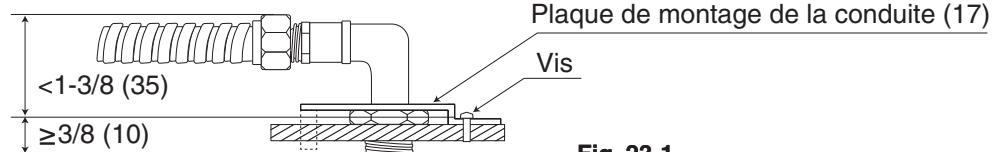
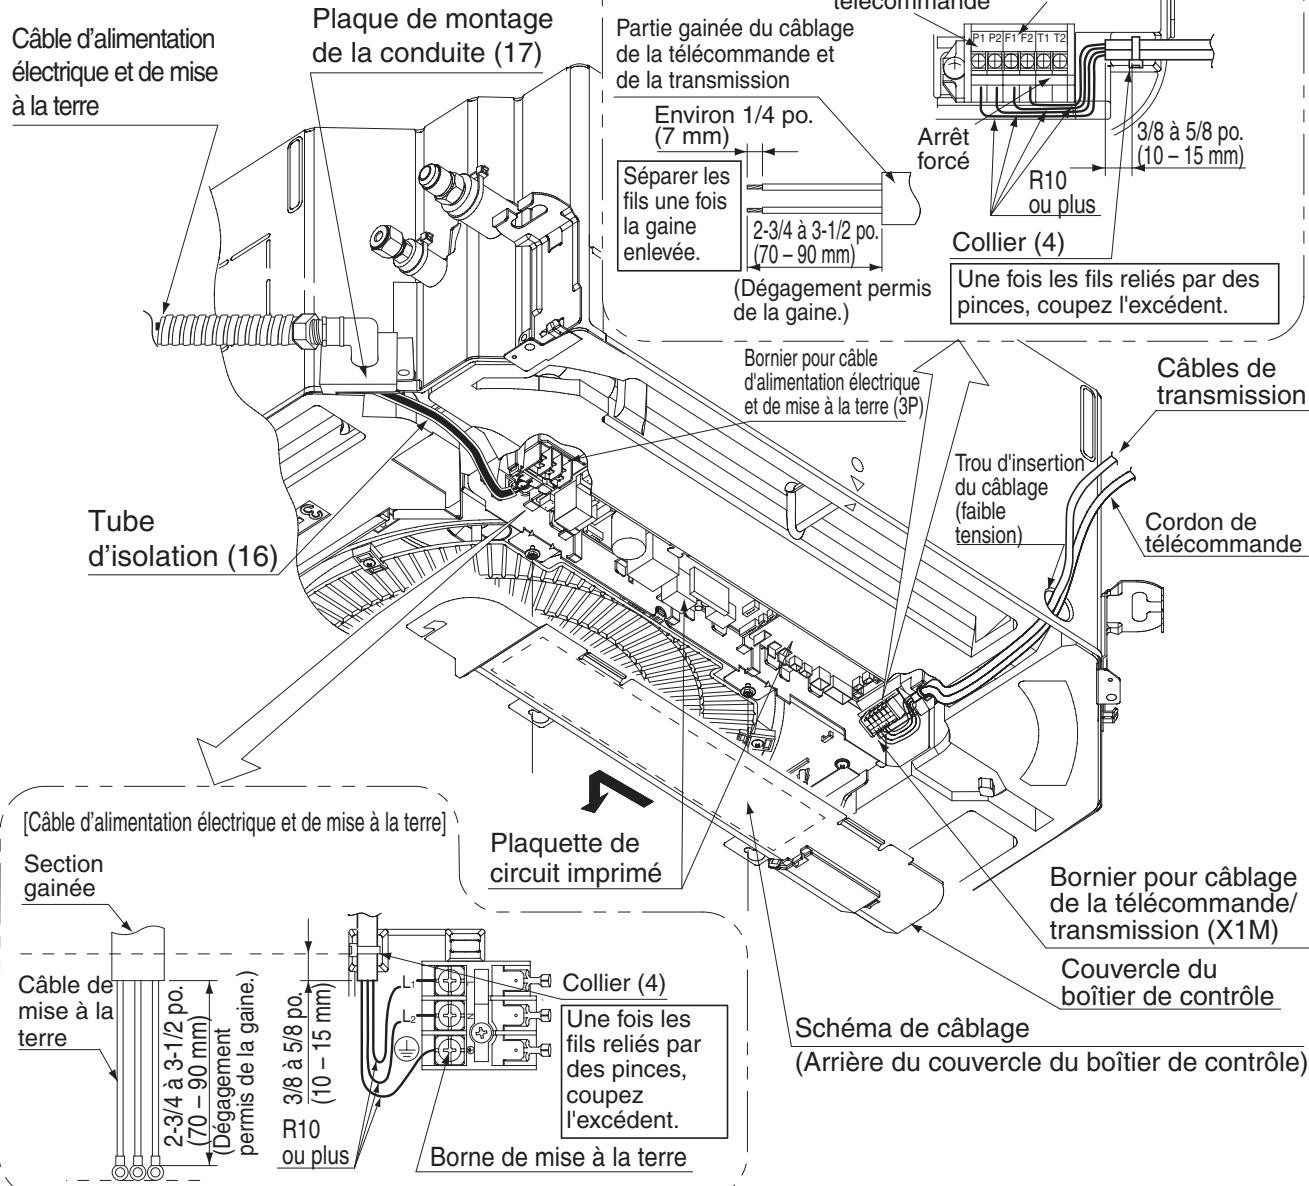

Fig. 23-1
Fig. 23-2
Faites passer le câble d'alimentation à travers le tube d'isolation (16) fourni entre la sortie de la conduite et la borne d'alimentation, et fixez-les ensemble à l'aide du collier (4) fourni. (**Reportez-vous à la Fig. 23-2**)
Utilisez une paire de plaques de montage de la conduite (17) pour raccorder une conduite à l'unité, comme indiqué à la **Fig. 23-1**. Après avoir branché le câblage d'alimentation électrique à la borne [L1 · L2] du bornier d'alimentation (X2M) et le câblage de mise à la terre à la borne appropriée, fixez-les près du bornier à l'aide du collier (4) fourni. (**Reportez-vous à la Fig. 23-2**)
Tirez sur le câblage pour le faire passer dans le trou de pénétration du câblage (faible tension). Après avoir relié le câblage de la télécommande à la borne [P1 · P2] et le câblage de la transmission à la borne [F1 · F2] du bornier (X1M), attachez-le avec le collier (4) fourni près du bornier. (**Reportez-vous à la Fig. 23-2**)
- Utilisez une conduite avec coude de 90° dont les dimensions correspondent à la Fig. 23-1 pour l'empêcher de frapper le boîtier du moteur de pivot du panneau décoratif.